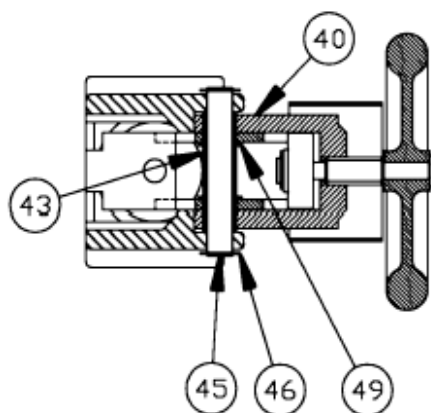

Figure 12 Vue en coupe de la commande manuelle d'actionneur de taille 3
- S. Maintenir le support de volant (40) en position entre les pattes de l'arcade comme illustré en Figure 12 et engager l'axe de levier (45) dans le logement sur l'arcade et le levier. S'assurer que les leviers (44) se trouvent en dessous de la bride de tige (2).
- T. Fixer l'axe de levier (45) avec le deuxième circlips (46).